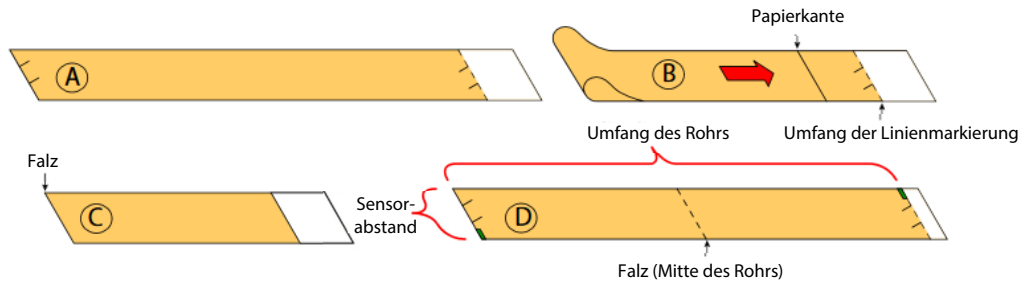

Abbildung 15: Halbierung des Rohrumfangs
3. Entfernen Sie das Papierband und breiten Sie es auf einer flachen Oberfläche aus. Siehe *"A" in Abbildung 15:*.
4. Falten Sie das Papierband zur Hälfte, wodurch sich der Umfang halbiert. Siehe *"B" in Abbildung 15:*.
5. Falten Sie das Papierband an der Falzlinie. Markieren Sie den Falz. Siehe *"C" in Abbildung 15:*.